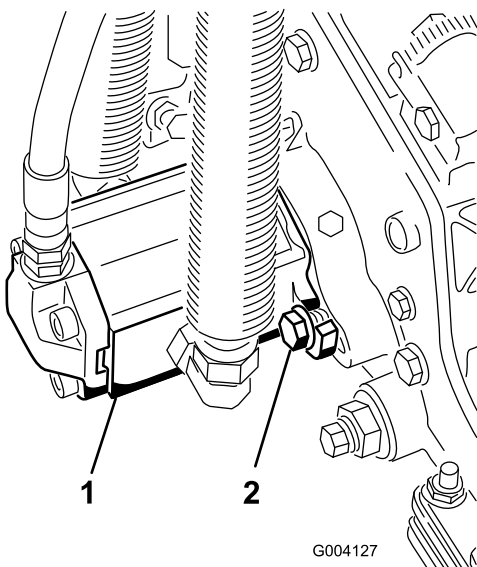

Figura 14
11. Instale o motor rodando-o no sentido dos ponteiros do relógio de forma que as flanges do motor se afastem dos parafusos (Figura 14).